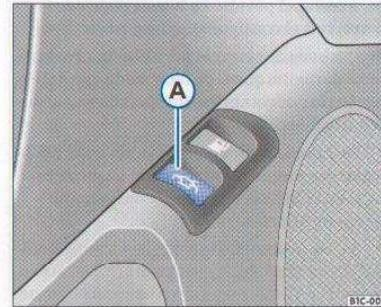

Fig. 13 Portón trasero: desbloqueo desde el habitáculo
– Tire del mando => fig. 13 A situado en la puerta del conductor para desbloquear el portón. Este mando funciona también con el encendido desconectado. Cuando el encendido está conectado y el portón desbloqueado se enciende un testigo de control en el cuadro de instrumentos.
- Tenga cuidado siempre de no desbloquear el portón de forma involuntaria con el mando => fig. 13 A situado en la puerta del conductor. Si ha quedado desbloqueado sólo podrá cerrarlo con la mano, pero no de forma automática.